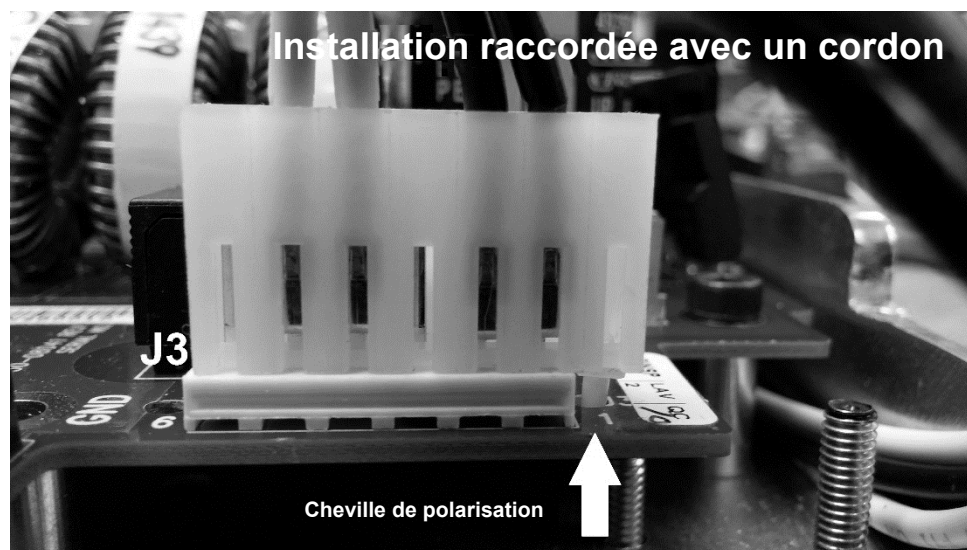

Figure 29
9. Fixez le support et réduisez la contrainte comme illustré à la *Figure 29*.